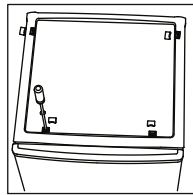

Рисунок 8
1. Снимите 4 шурупа с верхней крышки, затем поднимите её (рис. 8).